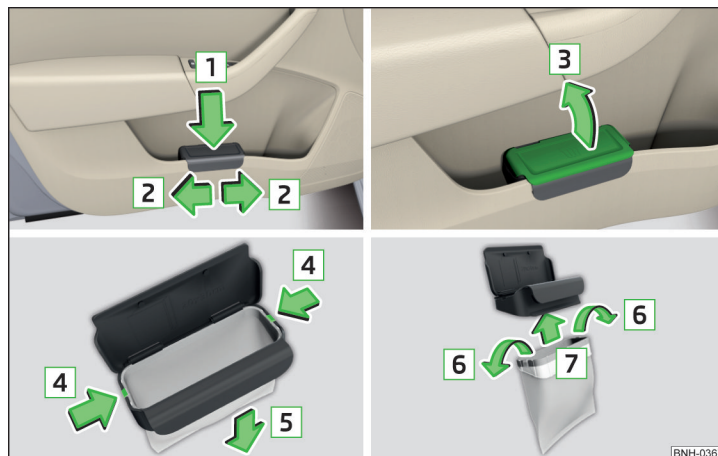

Fig. 73 Recipientul pentru reziduuri: introducerea și glisarea / deschiderea / înlocuirea pungii
- ▶ Împingeți recipientul pentru reziduuri în partea posterioară în sensul săgeții **1** » fig. 73.
- ▶ Scoateți recipientul pentru reziduuri în sens contrar săgeții **1** » fig. 73.
- ▶ Ridicați capacul în sensul săgeții **3** » fig. 73.
- ▶ Comprimați ambele elemente de fixare de pe margine în sensul săgeții **4** » fig. 73.